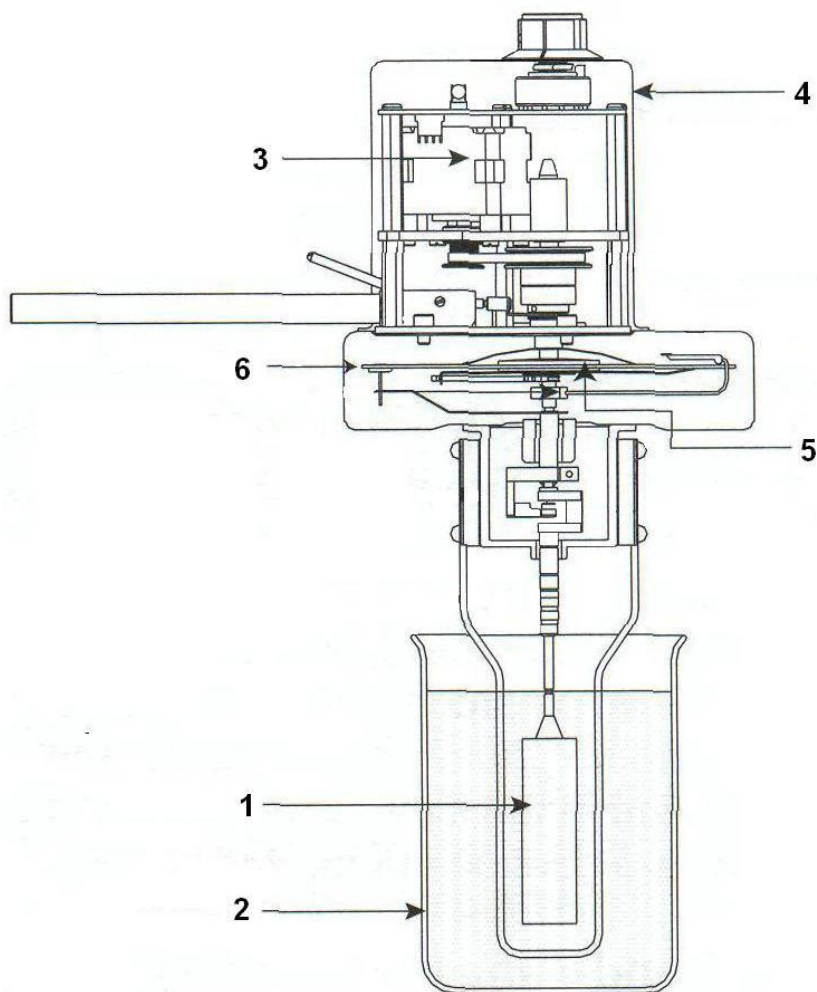

Рисунок 2 – Схема ротационного вискозиметра Brookfield RVDV-II+ Pro
(рис. 2) вращается в жидкости, помещенной в контейнер (2) с помощью мотора (3), помещенного в корпус (4) через калиброванную пружину (5). Вязкое трение жидкости о шпиндель определяется по закручиванию калиброванной пружины, которое измеряется датчиком угла вращения. Закручивание пружины отражается на дисплее (6), либо выводится на печать.